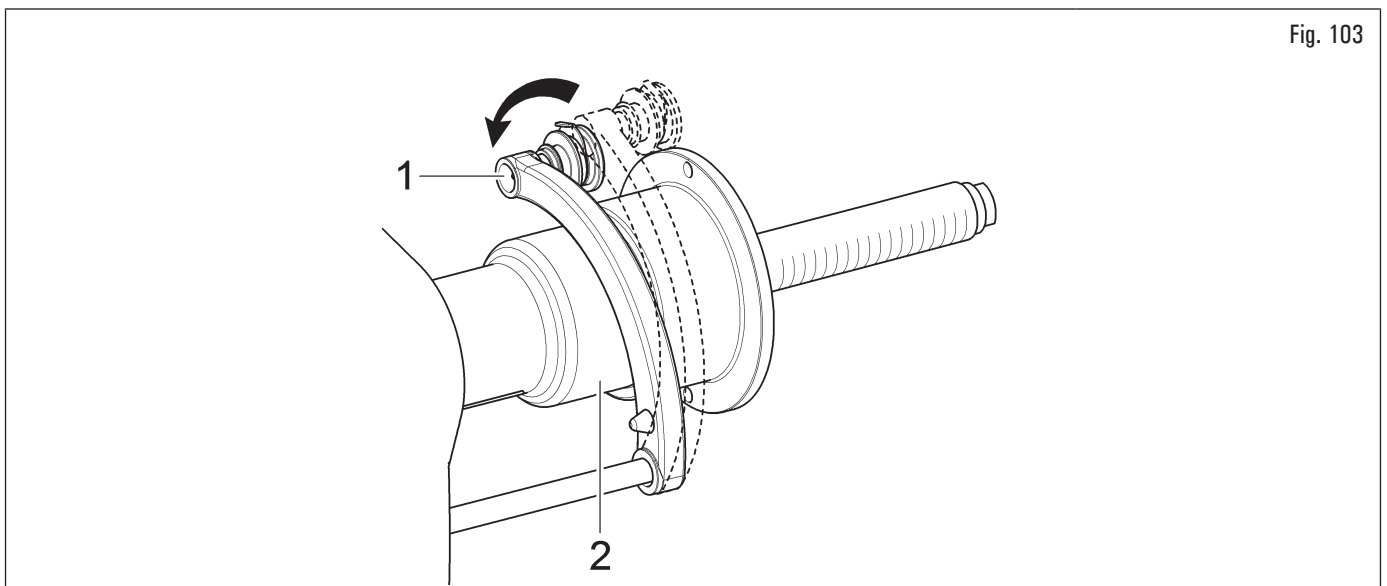

Fig. 103
Poniendo reiteradamente el brazo del palpador (Fig. 103 Ref. 1) en contacto con el mandril (Fig. 103 Ref. 2), el programa pasara cíclicamente de "ESTÁTICO" a "ESTÁTICO 1" a "ESTÁTICO 2", y después vuelve a empezar desde el principio.
2. si se pone la pinza de aplicación pesos en contacto con la parte interna de la llanta (2 puntos de contacto) (véase Fig. 103) se selecciona el programa "ALU-S";
Poniendo reiteradamente el brazo del palpador (Fig. 103 ref. 1) en contacto con el mandril (Fig. 103 ref. 2), el programa pasara cíclicamente de "ALU-S" a "ALU-S1" a "ALU-S2", y después vuelve a empezar desde el principio.